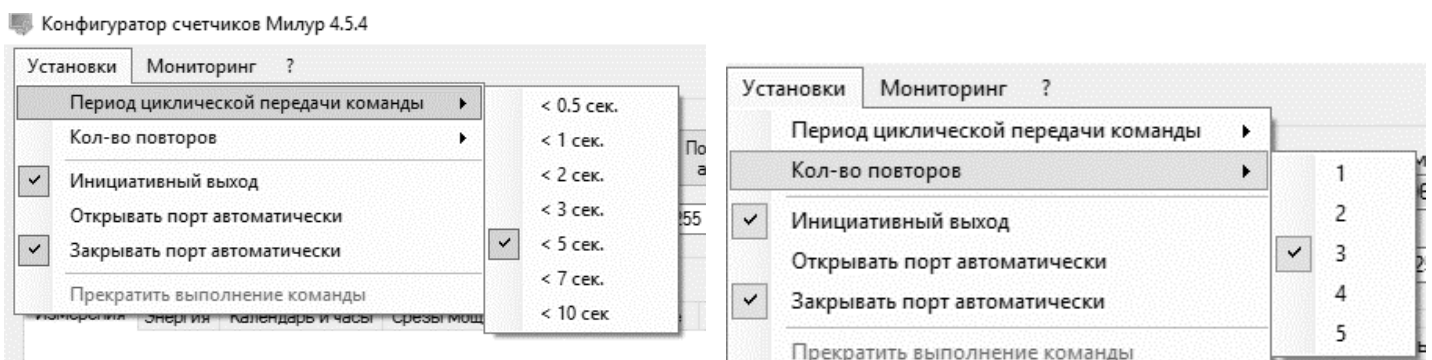

Рисунок 21 – Параметры связи
- в меню «Установки» (рисунок 21) выбрать «Период циклической передачи команды» равный трем или пяти секундам, «Кол-во повторов» от трех до пяти;